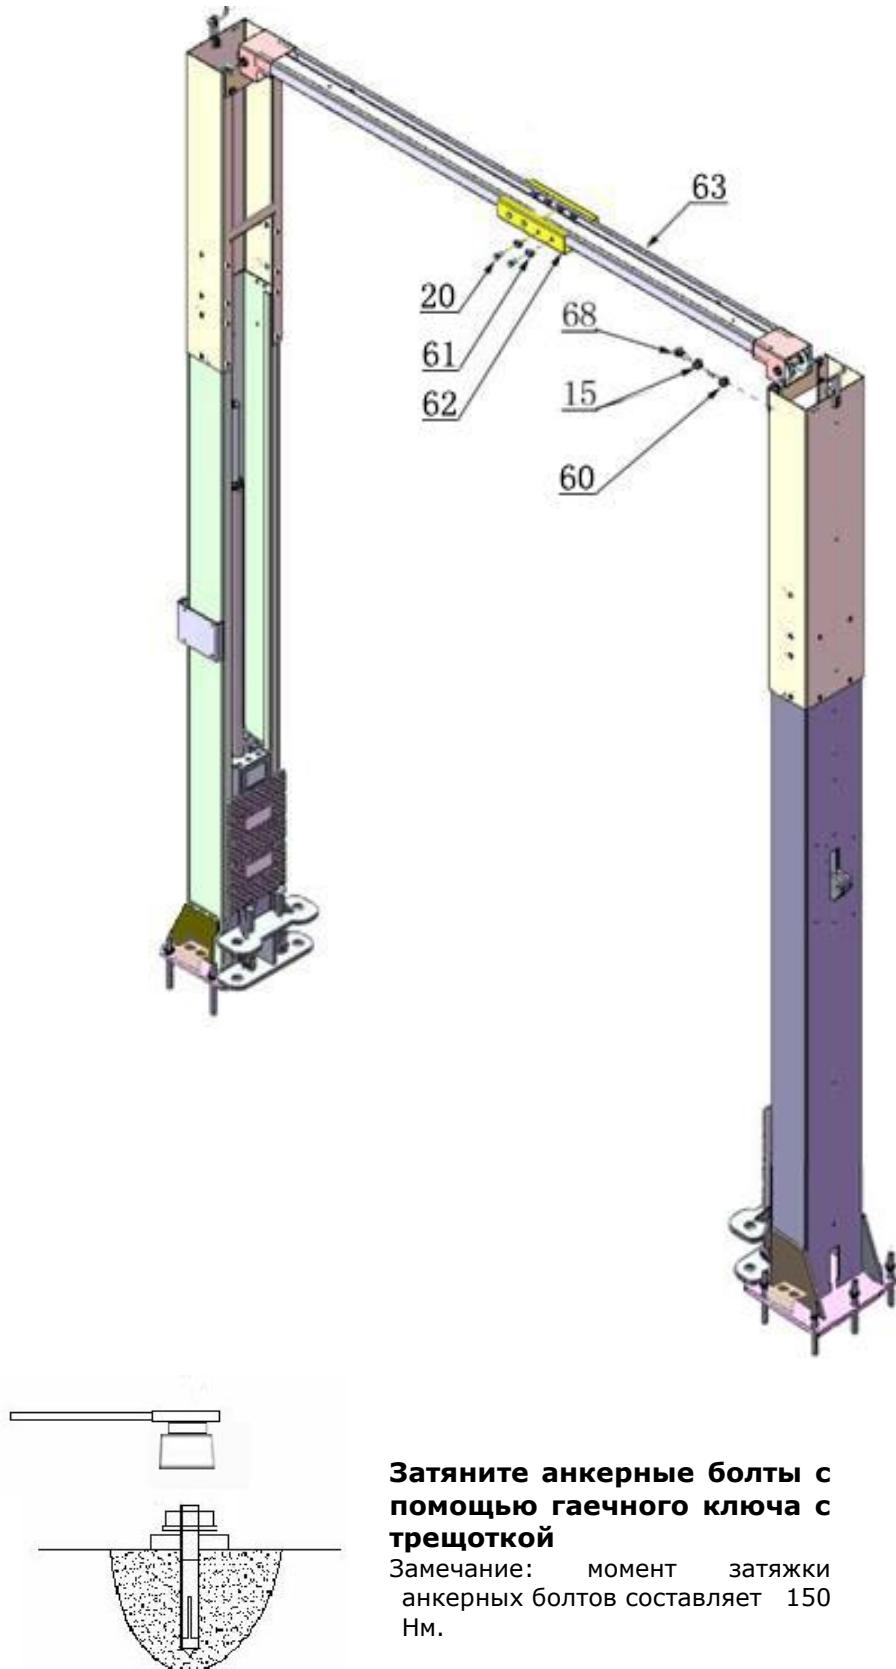

Рис. 17
2. Соберите верхнюю планку, затяните анкерные болты колонн (см. рис. 17).